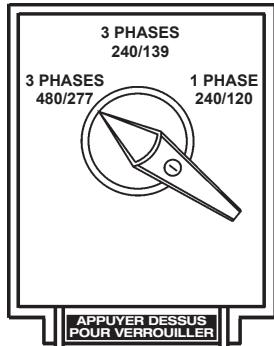

Figure 24. Commutateur de sélection de tension Position 3Ø-480/277V
1. Mettre le commutateur de sélection de tension dans la position 3Ø 480/277 comme indiqué dans la Figure 24.